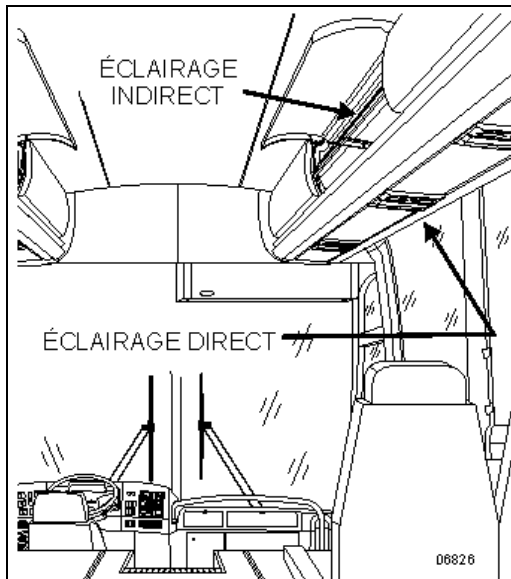

FIGURE 126: ÉCLAIRAGE DU PORTE-BAGAGE À MAIN
1. Tirer sur la lampe pour l'extraire du plafond (FIGURE 126).